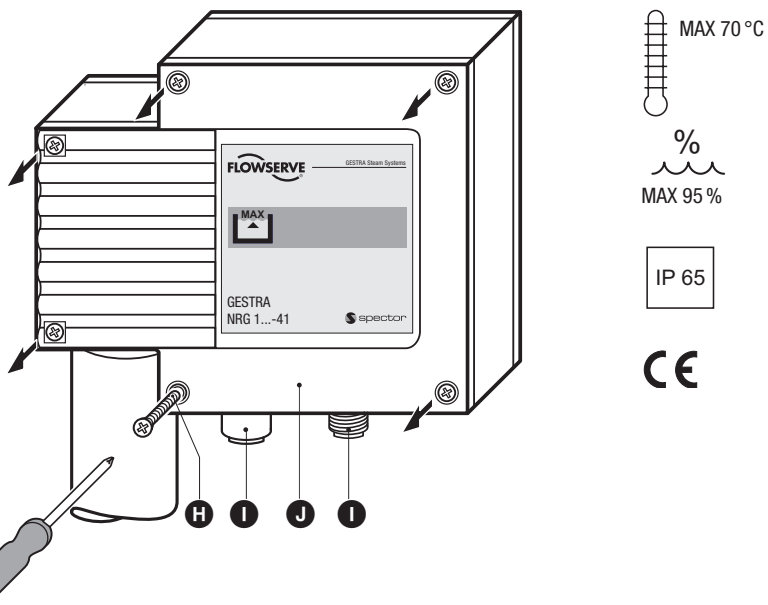

Fig. 8
- Schrauben  lösen und herausschrauben, Gehäusedeckel  abnehmen. **Fig. 8**